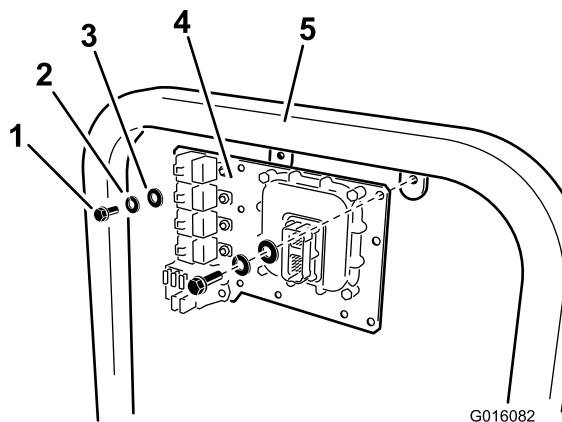

Figura 14
A. **Con Multi-Pro 1200 e 1250:** Montate la piastra di appoggio mediante 2 bulloni (5/16 x 3/4 pollice), 2 rondelle di bloccaggio (5/16 pollice) e 2 rondelle piane come illustrato in Figura 14.